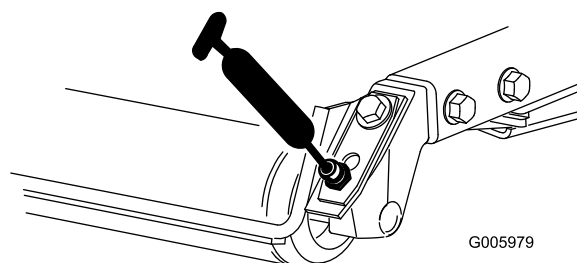

Figura 26
- Rolamentos do rolo traseiro (2 por cada unidade de corte) (Figura 26)